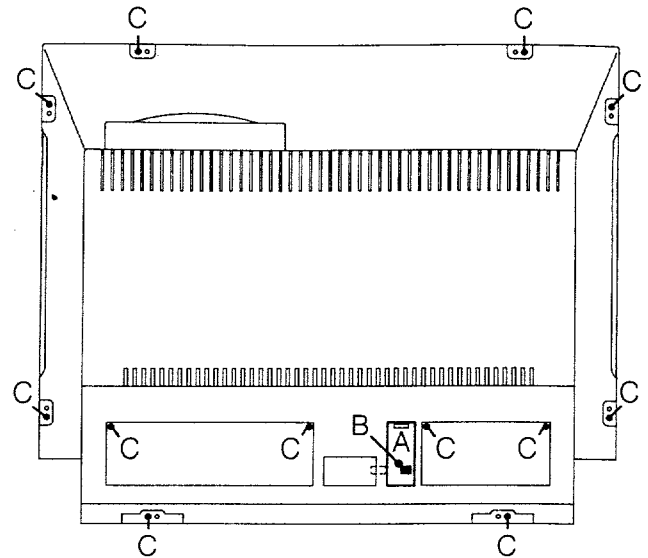

Fig. 4.1
1. Smontaggio del pannello posteriore (Fig. 4.1)